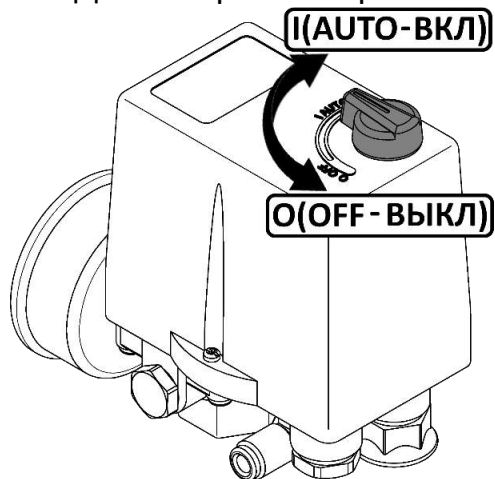

Рисунок 2
- Проверьте, чтобы выключатель на реле давления находился в выключенном положении "O" (рисунок 2).
1 Выключить компрессор выключателем на прессостате. Для этого необходимо переключить выключатель в положение "OFF" (см. рисунок 2). После этого остановится электродвигатель и произойдет сброс давления из нагнетательного воздухопровода, охладителя и компрессорного блока.
пуска компрессора после срабатывания защиты выполните следующие действия: после того, как двигатель остынет до допустимой температуры, переключите выключатель на прессостате в положение "OFF" (см. рисунок 2), а затем включите компрессор переключив выключатель в положение "АУТО".